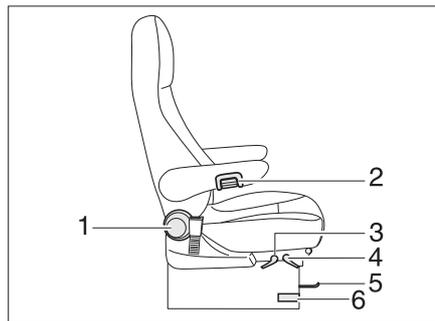
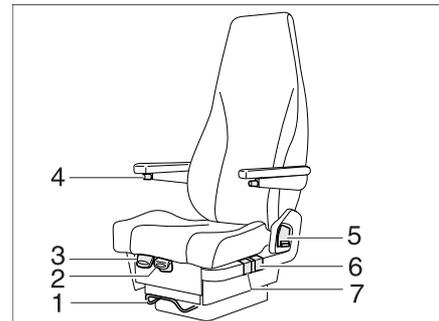

Bild 57 Fahrer- und Beifahrersitz (Aguti)
Bild 58 Fahrersitz und Beifahrersitz (SKA)
- Den Hebel zum Drehen des Sitzes (Bild 57,6 bzw. Bild 58,3) drücken oder ziehen. Der Sitz wird aus der Arretierung gelöst.